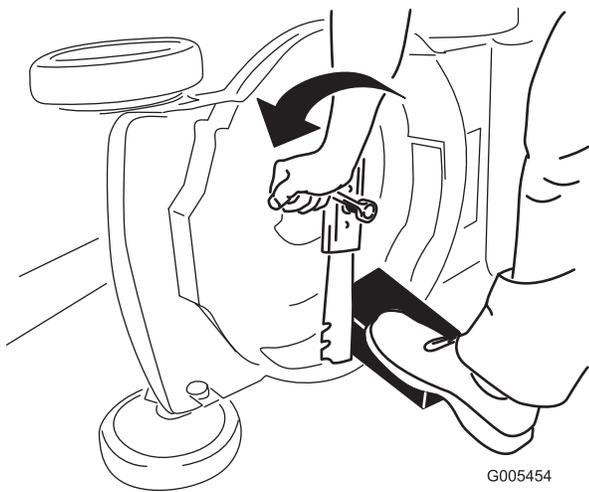

Figure 50
3. Immobilisez la lame avec un morceau de bois (Figure 50).
4. Déposez la lame mais ne jetez pas les fixations (Figure 50).